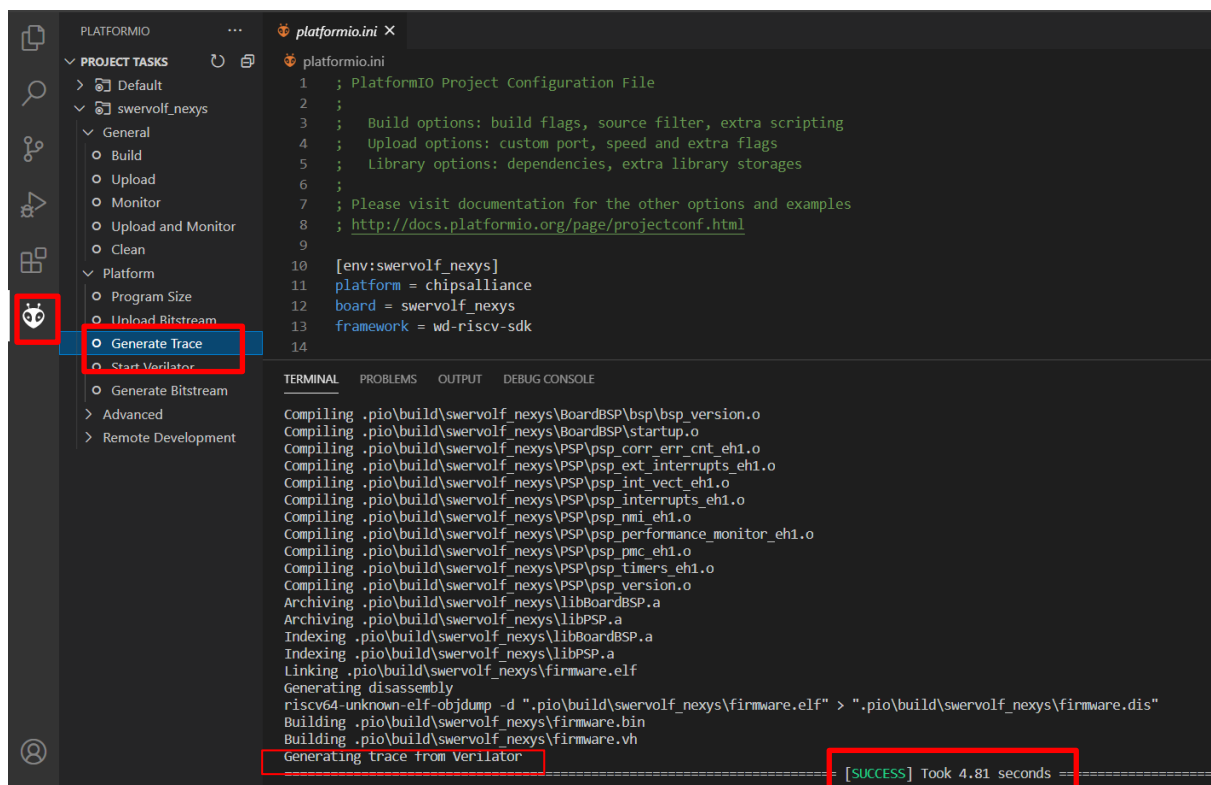

図9 : Verilatorでトレースを生成する
5. 左メニューリボン  で PlatformIO アイコンをクリックして、Project Tasks → env:swervolf_nexys → Platform を展開して、図9に示されているように Generate Trace をクリックします。